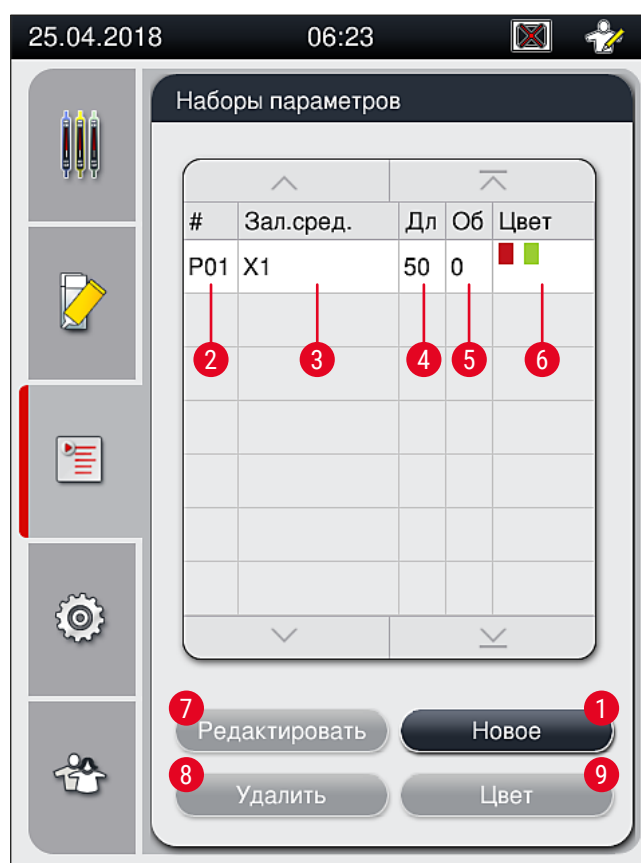

Рис. 42
- Меню наборов параметров (→ Рис. 42) позволяет пользователю создавать новые наборы параметров, изменять существующие и назначать цвета ручек штативов для наборов параметров. Создание и изменение наборов параметров требует активации статуса **Администратор** и возможно, только если в приборе не находятся штативы и прибор работает вхолостую.
- ✓ Новый созданный набор параметров сохраняется в памяти и может быть выбран в меню наборов параметров (→ Рис. 42).